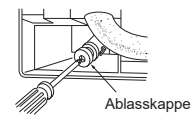

Abbildung 3
- Wenn der mit dem Innengerät mitgelieferte Ablaufschlauch zu kurz ist, verbinden Sie ihn mit einem beim Installationsfachmann erhältlichen Ablaufschlauch (I). (Abbildung 3)
- 4) Bringen Sie die Ablasskappe in dem Bereich an der Rückseite des Innengeräts an, an dem der Ablaufschlauch angeschlossen werden soll. (Abbildung 3)
- Entfernen Sie sorgfältig alle Grate vom abgeschnittenen Rohrquerschnitt. (Abbildung 3)